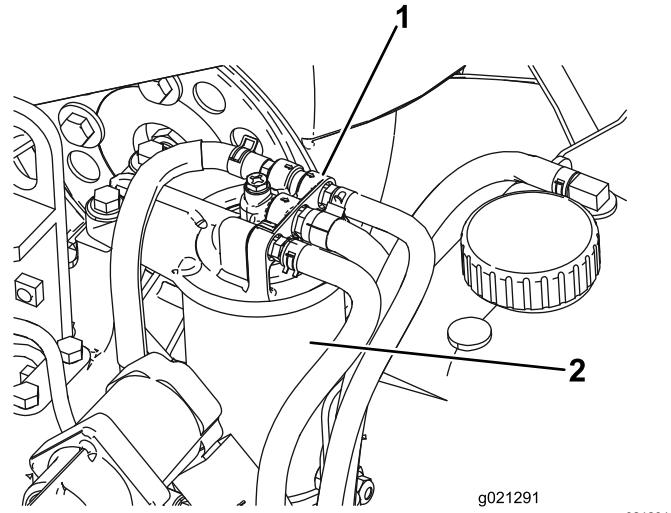

Рисунок 60
- Очистите поверхность вокруг головки топливного фильтра (Рисунок 60).
- Снимите фильтр и очистите монтажную поверхность головки фильтра (Рисунок 60).